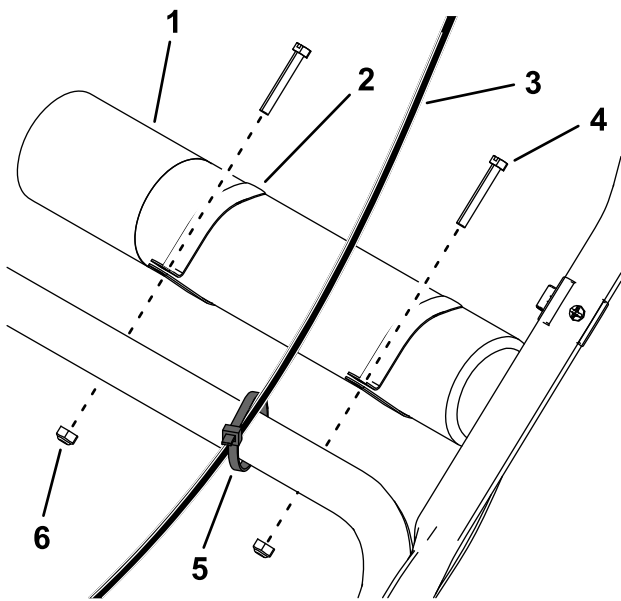

Figura 4
2. Fixe o cabo do acelerador sobre a pega inferior utilizando uma braçadeira (Figura 4).
- Deslize os grampos para o tubo do *Manual do utilizador* e instale na parte superior da pega inferior utilizando dois parafusos de cabeça ranhurada e duas porcas de bloqueio (Figura 4).